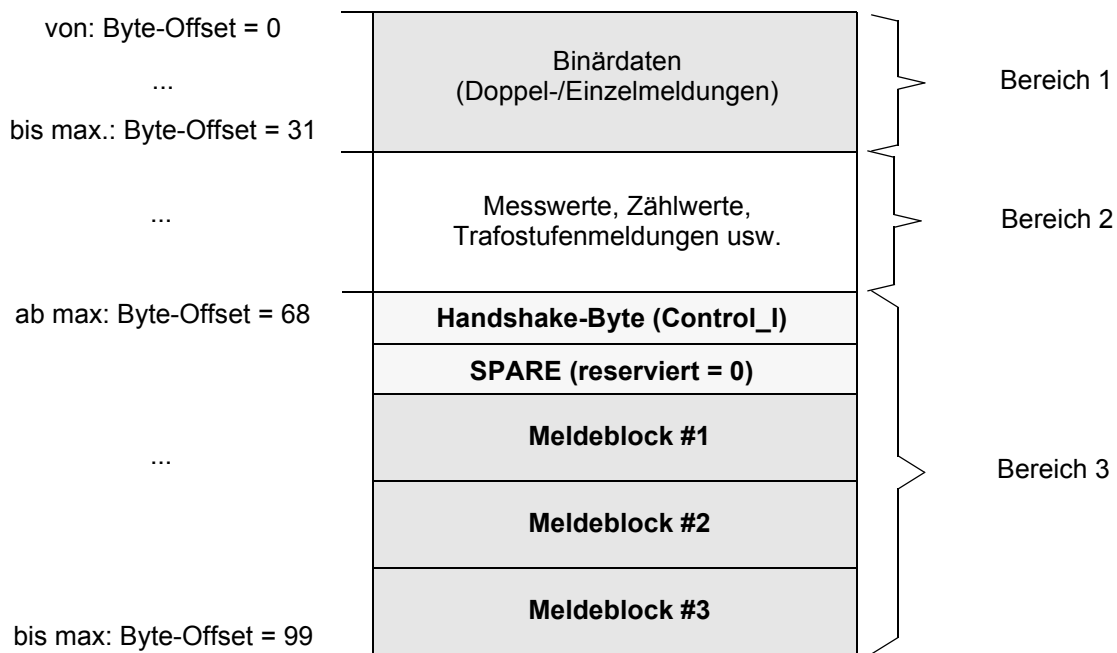

Bild 2-2 Meldeliste: Input-Telegramm mit Meldeblöcken und Handshake-Byte
- **Nur die Meldungen des SIPROTEC-Gerätes werden bei Änderung in die Meldeliste eingetragen, welche auch im "zyklischen Bereich" (s. Bild 2-2, "Bereich 1") des PROFIBUS-DP Telegramms in Inputrichtung enthalten sind.**
- Die Einträge der Meldeliste werden an den PROFIBUS-DP Master in den Meldeblöcken des PROFIBUS-DP Telegramms (s. Bild 2-2) übertragen und müssen von ihm quittiert werden (s. Kap. 2.5.3).